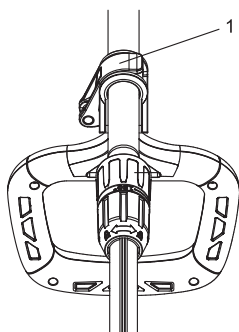

Fig. 4
**REMARQUE :** Le support de montage de la poignée auxiliaire peut être glissé vers le haut ou vers le bas sur le tube télescopique, tourné d'un côté à l'autre ou incliné vers l'avant ou l'arrière pour placer la poignée dans la position la plus confortable. Tourner le levier de verrouillage (1) avant de régler la position de la poignée auxiliaire et le resserrer pour verrouiller la poignée auxiliaire dans la nouvelle position. (Fig. 4)